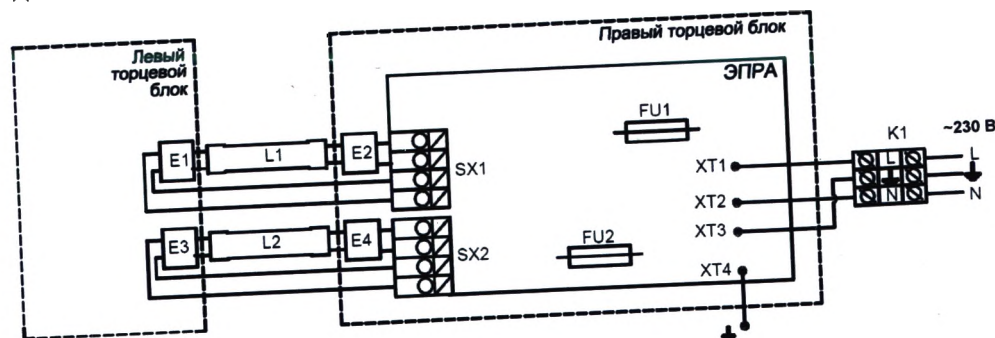

Рис.5
- Отсоединить проводники ХТ1, ХТ2, ХТ3 (L, N, земля) ЭПРА от клеммной колодки К1, расположенной на задней стенке правого торцевого блока (рис.5 Приложение 1.).
- Отсоединить провода питания ламп от клеммных колодок ХS1 и ХS2 (рис.5 Приложение 1), расположенных на ЭПРА.
- Установить провода питания ламп в клеммные колодки ХS1 и ХS2 (Приложение 1, рис.5).
- Установить провода ХТ1, ХТ2, ХТ3 (L, N, земля) в клеммную колодку, расположенную на задней стороне правого торцевого блока (Приложение 1, рис.5).